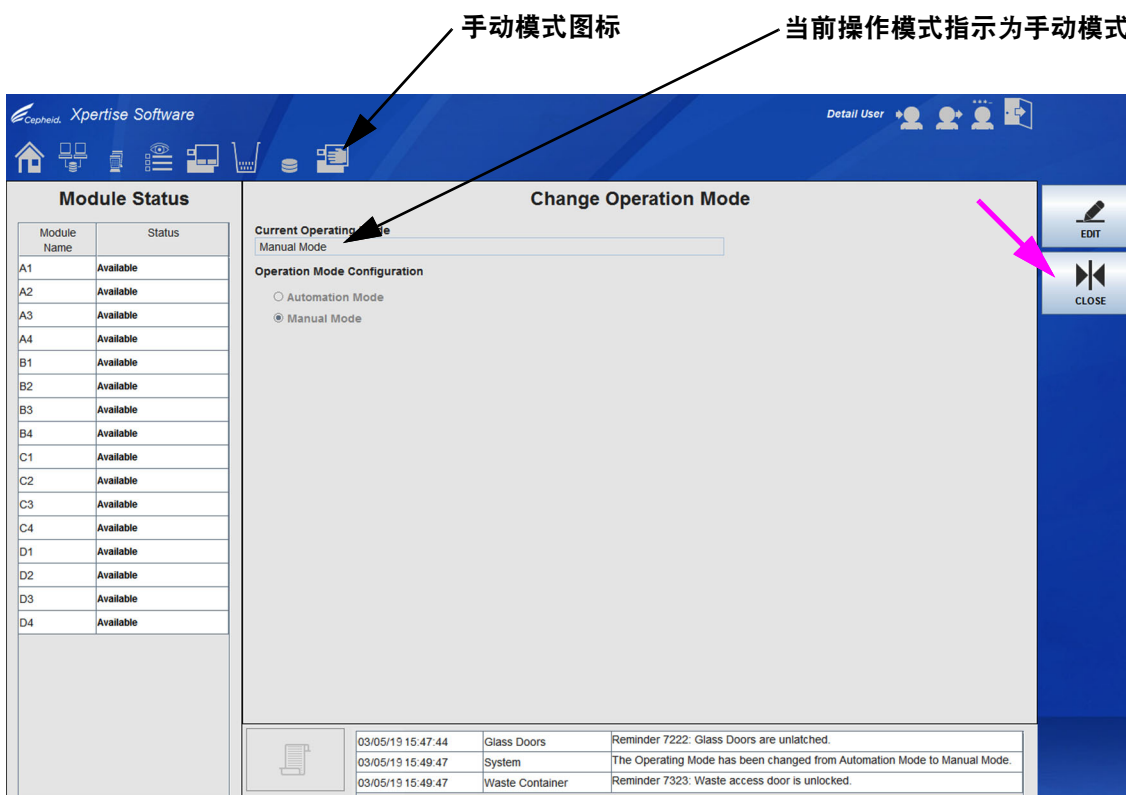
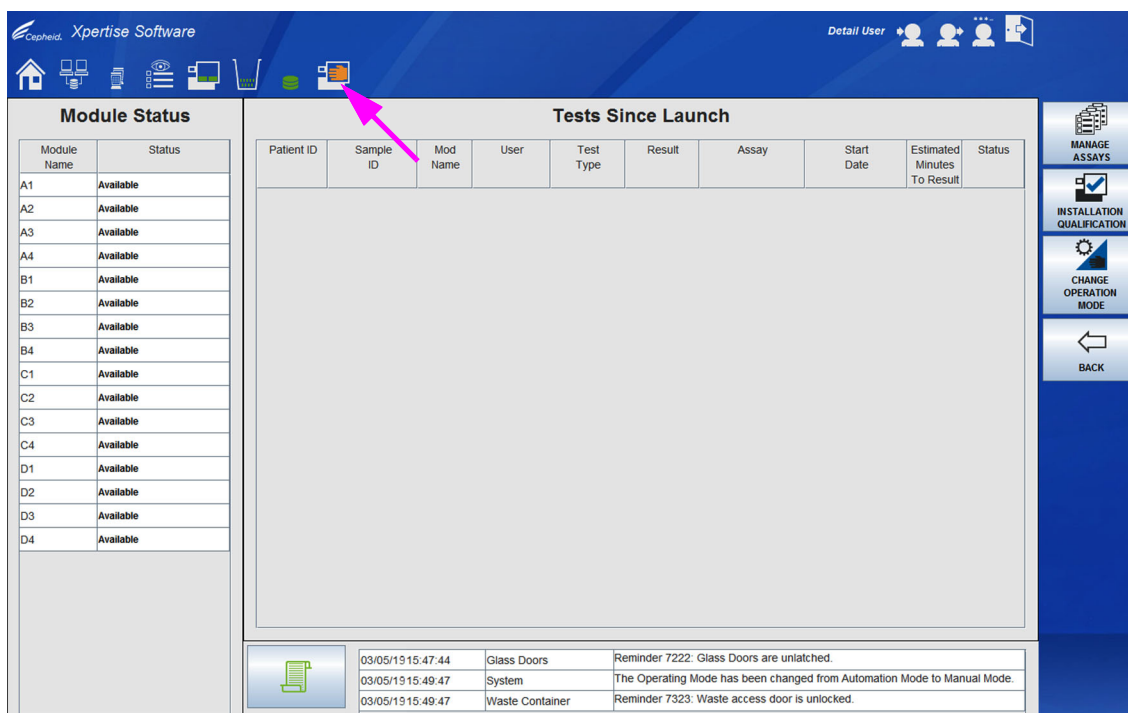

图 5-97. 指示手动模式 (Manual Mode) 的更改操作模式 (Change Operation Mode) 工作区
图 5-98. 显示手动模式图标的 Xpertise 主页工作区
显示更改操作模式 (Change Operation Mode) 工作区（请参见图 5-97），其中**当前操作模式 (Current Operating Mode)**改为**手动模式 (Manual Mode)**，且控制面板上出现**手动模式**图标。
- 在更改操作模式 (Change Operation Mode) 工作区中，选择**关闭 (CLOSE)**按钮（请参见图 5-97）。出现 Xpertise 软件主页工作区，在控制面板中显示设置菜单和手动模式图标。请参见图 5-98。